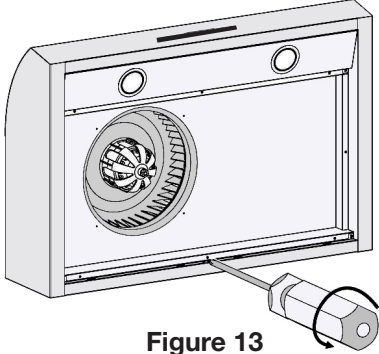

Figure 13
- Retirer les huit vis 4 × 8 mm qui retiennent la plaque à la hotte (voir les figures 13 et 14).